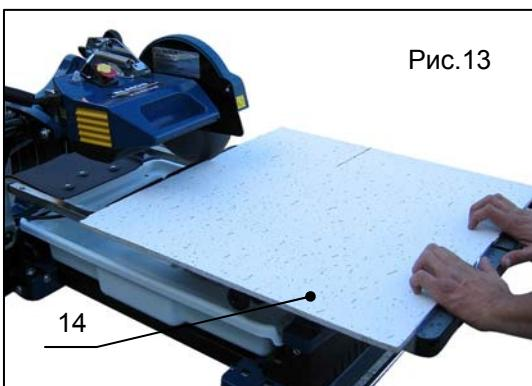

Рис.13
- Установите плитку (поз.14, рис.13) на рабочем столе, прижав её к ограничителю.